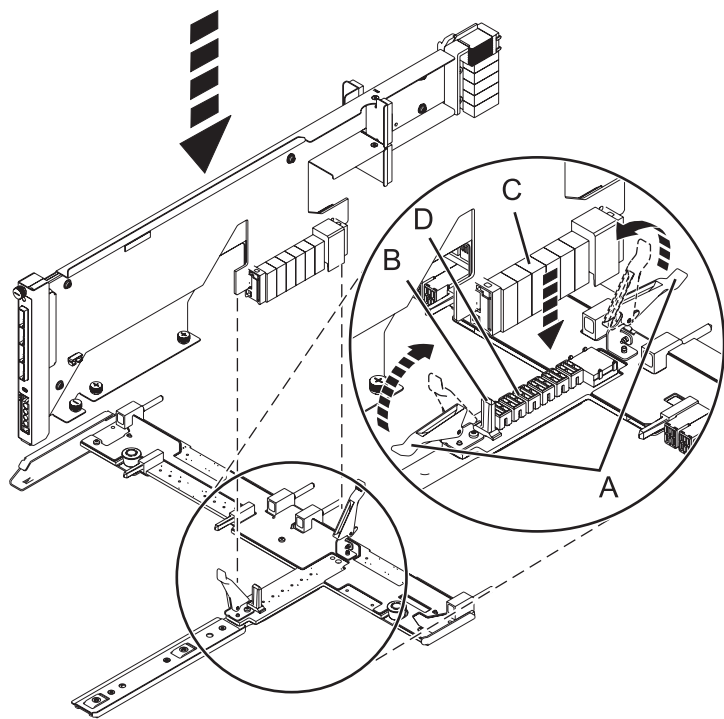

Figura 73. Instal·lació de la targeta de conducte SAS a la placa mitja
- a. Poseu el connector de la targeta (C) a la connexió de la placa mitja (D) utilitzant la guia (B) per garantir una bona connexió.
- b. Aixequeu la nansa (A) per col·locar i fixar la targeta de conducte SAS a la placa mitja com es mostra a la Figura 73 a la pàgina 109.